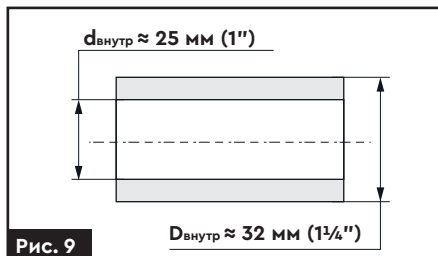

Рис. 9
2. При приєднанні до магістрального водопроводу діаметр труби в місці приєднання вхідного патрубка має бути не менший, ніж 1 1/4" (рис. 9).